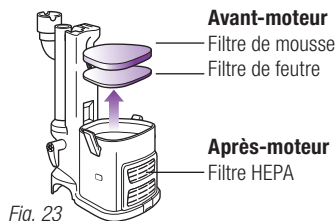

Fig. 23
- 2 Retirez les deux filtres situés sur le bloc-moteur. **(Fig. 23)**